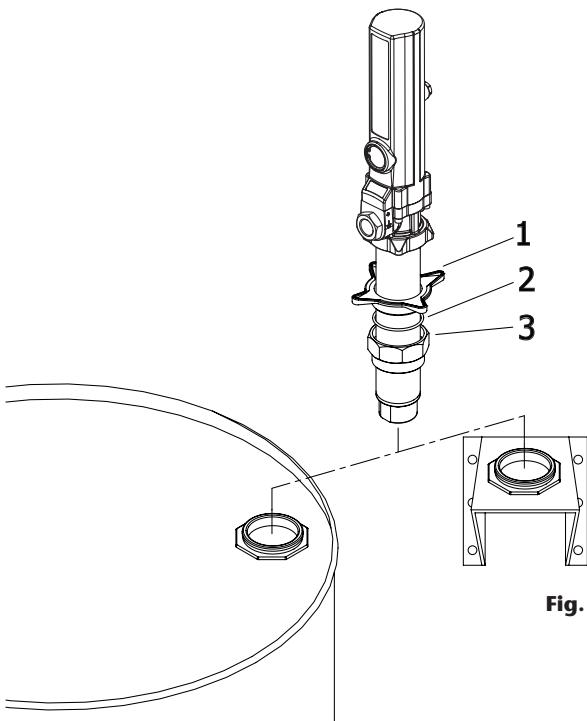

Fig. 2
The pump can be mounted directly on a drum or on a wall bracket fitted with a 2" bung (fig. 2). Loosen the star nut (1) of the bung adaptor to remove the lower nut (3), and screw this into the 2" bung opening of the drum or bracket. Place the star nut (1) and the split ring (2) on the suction tube. Slide the pump through the opening and fasten the assembly at the desired height by tightening the star nut (1).
La bomba puede ser montada directamente sobre bidón o sobre un soporte mural que dispongan de rosca 2" BSP H (fig. 2). Afloje la tuerca en estrella (1) del adaptador para extraer la parte inferior del mismo (3) y rósquela en el brocal de 2" del bidón o del soporte. Coloque la tuerca en estrella (1) y el anillo (2) del adaptador en el tubo, introduzca la bomba por el brocal y apriete el conjunto a la altura deseada.
Cette pompe peut être installée directement sur fût ou sur un support mural muni d'un raccord 2" BSP (F) (Voir fig. 2). Desserrer le raccord en étoile (1) de l'adaptateur pour extraire la partie inférieure de ce dernier (2) et la fixer à l'orifice 2" du fût ou du support. Placer le raccord en étoile (1) ainsi que l'anneau (2) de l'adaptateur dans le tube et introduire la pompe par l'orifice du fût ou du support en serrant l'ensemble des éléments à la hauteur désirée.